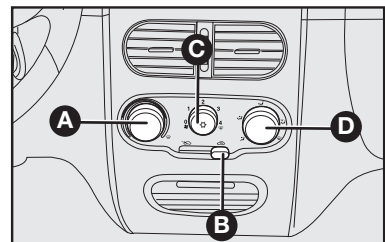

fig. 64
COMANDOS - fig. 64
1) Seletor para a temperatura do ar **A-fig. 64** totalmente posicionado à esquerda.
2) Seletor do ventilador **C-fig. 64** posicionado na velocidade máxima.
3) Seletor de distribuição do ar **D-fig. 64** apontado para ; controlar para que todas as saídas de ar estejam totalmente abertas.
4) Ligar o ar-condicionado apertando o seletor **C-fig. 64**.
O ar-condicionado é muito útil para acelerar o desembaçamento, pois desumidifica o ar. É suficiente regular os comandos para a função de desembaçamento e ativar o condicionador, apertando o seletor **C-fig. 64**.
1) Condicionador de ar ligado: seletor **C-fig. 64**.
5) Recirculação do ar: desligada. Botão **B-fig. 64**.